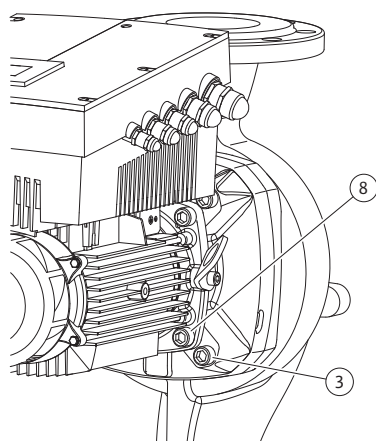

Fig. 49: Alternativ fastsättning av instickssatsen
11. Lossa och ta bort skruvarna (Fig. 7, pos. 3). Beroende på pumptyp ska de yttre skruvarna (Fig. 49, pos. 3) tas bort. När skruvarna har tagits bort sitter instickssatsen (se Fig. 13) säkert i pumphuset. Inte heller när motoraxeln befinner sig i horisontellt läge föreligger någon vältrisk.
16. Beroende på pumptyp ska skruvarna (Fig. 7, pos. 10) eller alternativt skruvarna (Fig. 49, pos. 8) lossas.
22. Skjut lanternan försiktigt över axeln och placera den på den gamla platsen eller i ett annat vinklat läge till motorflänsen. Observera komponenternas tillåtna monteringslägen (se kapitel 7.1 "Tillåtna monteringslägen och ändring av komponentplaceringen före installationen" på sidan 19). Fäst lanternan på motorflänsen med skruvarna (Fig. 7, pos. 10) **eller** – vid pumptyper/lanterntyper enligt (Fig. 49) – skruvarna (Fig. 49, pos. 8).